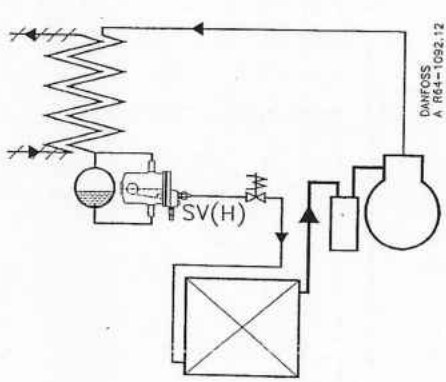

Fig. 6
Når SV(H) bruges som selvstændig ekspansionsventil (fig. 6), forbindes væsketilslutningsskæven til nippelen 5.
When an SV(H) is used as a separate expansion valve (fig. 6), the liquid outlet line is connected to nipple 5.